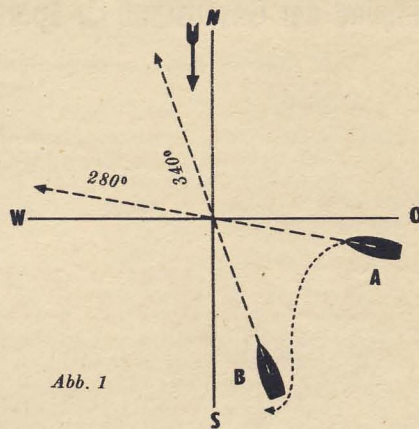

Abb. 1
1. Aufgabe: Es ist Nordwind. Der Segelkutter A steuert auf der Reede von Warnemünde 280° , der Segelkutter B steuert einen Kurs von 340° . Welcher Kutter ist ausweichpflichtig und was ist zu veranlassen? (Abb. 1)